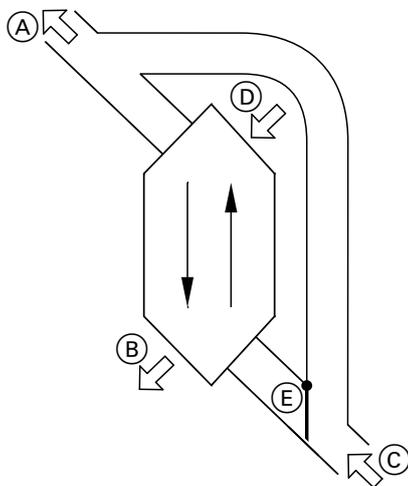

Abb. 21
- (A) Zuluft
- (B) Fortluft
- (C) Außenluft
- (D) Abluft
- (E) Bypass
- Bypass aktiv (wie in Abb. 21): Raumlüftung ohne Wärmerückgewinnung